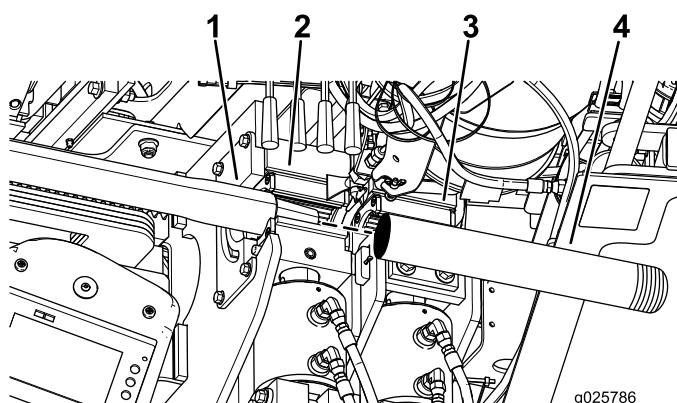

Figure 88
- 4. Ramenez la tige et la barre avant dans le guide-tige et dans les clés, en alignant le joint supérieur épais de la barre sur la clé supérieure (Figure 88).